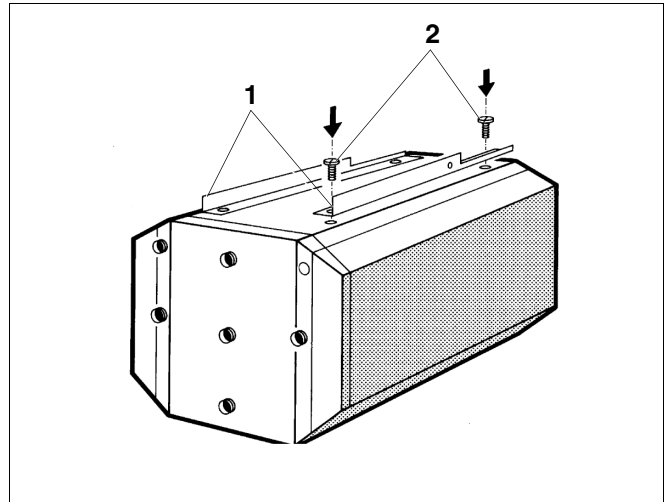

Abb. 3 Winkelprofilschienen auf Speicher-Wassererwärmer montieren
- Winkelprofilschienen (separate Liefereinheit) links und rechts mit Senkkopfschrauben M 10 x 25 so auf den Speicher-Wassererwärmer aufschrauben, dass der abgeflachte Teil der Winkelprofilschienen nach vorne zeigt (Abb. 3).